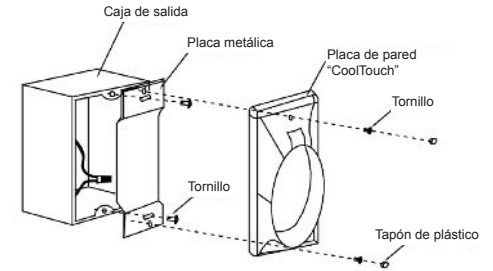

Figura 26
Paso 2. Instale la placa de metal y la placa de pared “CoolTouch” en la caja de salida existente en la pared con los 4 tornillos provistos. Luego coloque los dos tapones de plástico en la placa de pared. (Figura 26)